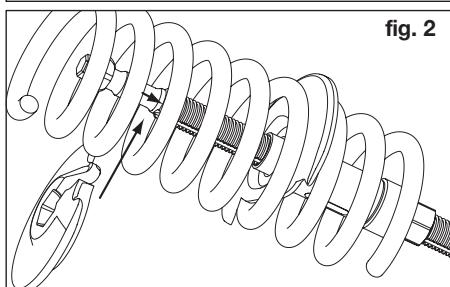

fig. 2
- Placez la coupelle supérieure ④ sur la broche (figure 2).